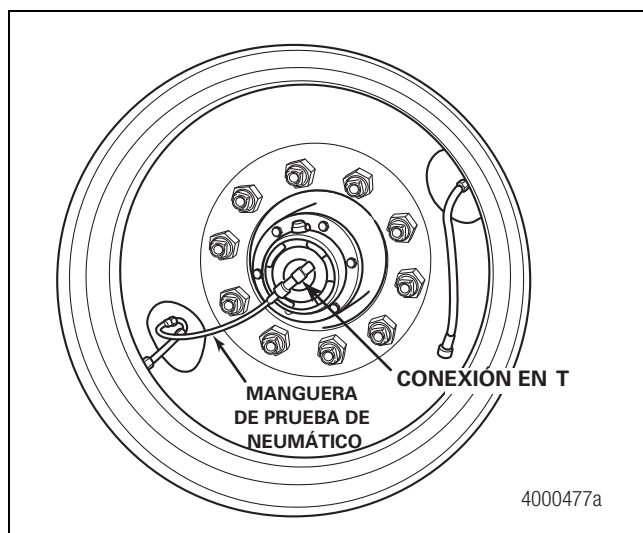

Figura 3.8
9. Seleccione un neumático para la prueba. Apriete a mano la manguera a la conexión en T. Figura 3.8.